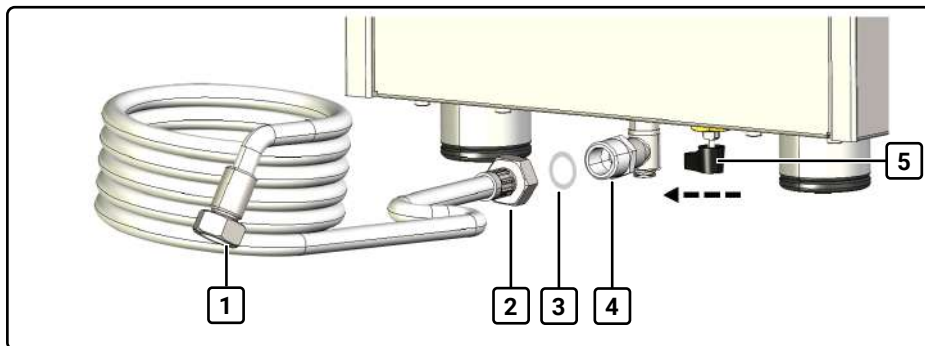

Abb. 5 Rückansicht mit Drehventil und Wasseranschlussstutzen
2. Im Lieferumfang enthaltenen Wasseranschlussschlauch (2, Abb. 5) an Wasseranschlussstutzen (4, Abb. 5) an der Unterseite der Maschine anschrauben. Dafür Dichtung (3, Abb. 5) verwenden.
4. Wasseranschlussschlauch (1, Abb. 5) an Wasserversorgung anschließen.
5. Drehventil (5, Abb. 5) in die Festwasser-Stellung bringen. Das Ventil zeigt zum Wasseranschlussstutzen (4, Abb. 5).